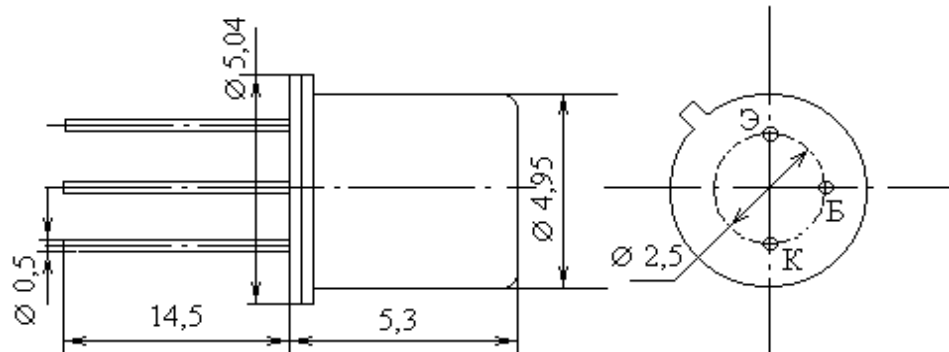

Рисунок 3.19 - Цоколевка транзистора **KT3102Г**
- Заполните таблицу в соответствии с цоколевкой элемента (рис. 3.19).